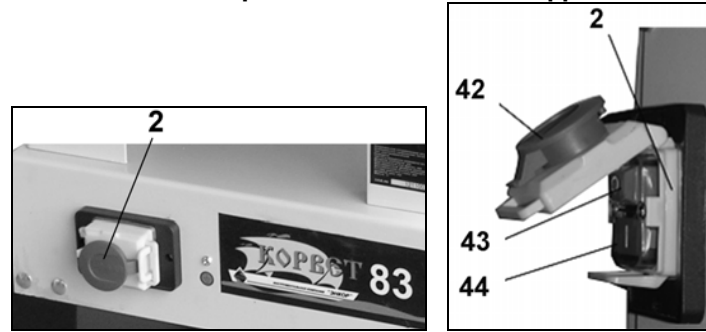

Рис. 14
- 10.2.2. Магнитный пускатель (2) расположен на лицевой панели фрезерного станка, Рис.14..
- 10.2.3. Нажмите и сдвиньте по стрелке красную крышку (42) магнитного пускателя (2), Рис.14.
- 10.2.4. Включение станка производится нажатием на зелёную кнопку (44). Скорость шпинделя постепенно повысится до максимальных оборотов, Рис. 14.